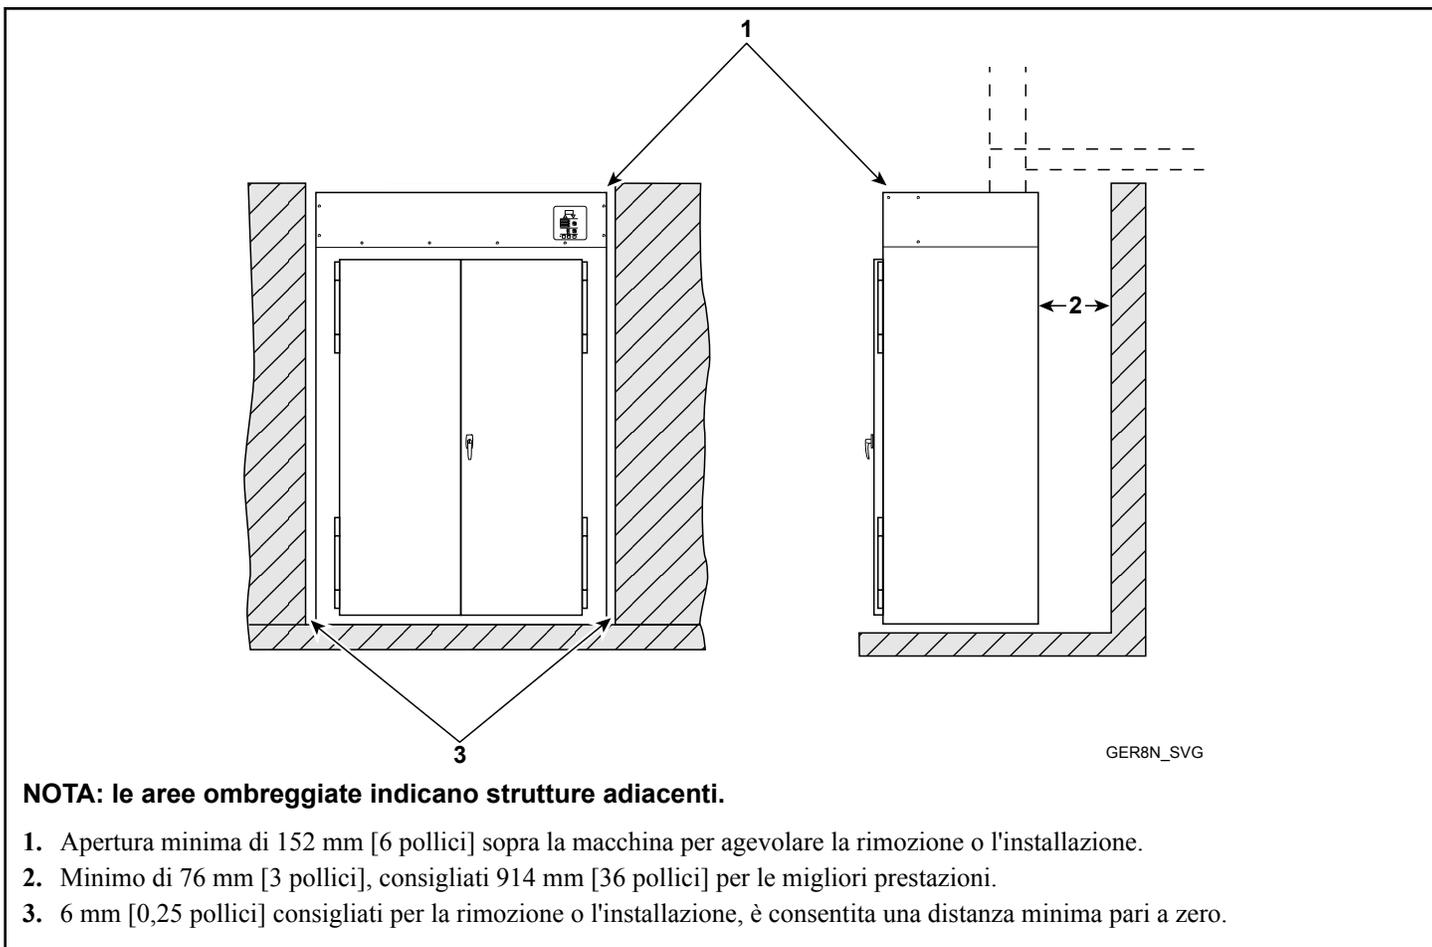

Figura 1
La figura *Figura 1* illustra un tipico armadietto degli indumenti di lavoro. Notare le dimensioni minime e massime. Rispettare le norme e le disposizioni di legge locali.
**IMPORTANTE:** Installare l'armadietto degli indumenti di lavoro con uno spazio sufficiente per la manutenzione e il funzionamento, vedere la *Figura 1*.